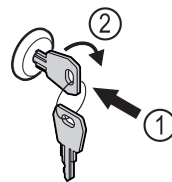

Fig. 169
- ▶ Sleutel erin duwen. Fig. 169 (1)
- ▶ Sleutel 90° rechtsom draaien. Fig. 169 (2)